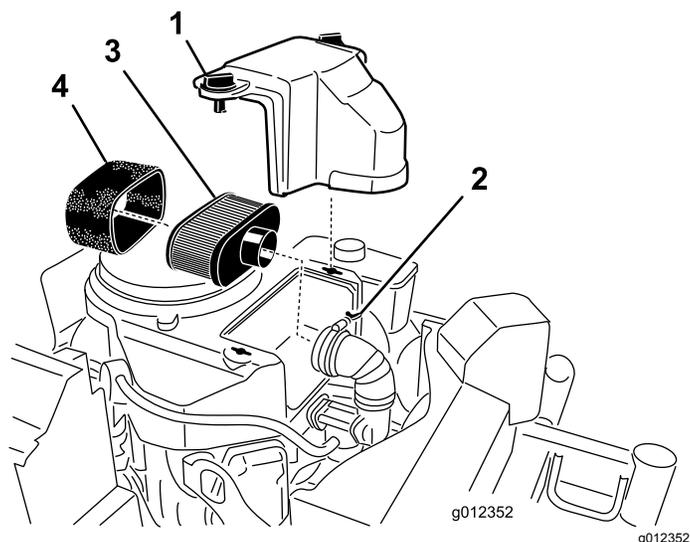

Figura 30
2. Limpie alrededor del limpiador de aire de forma que la suciedad no penetre en el motor y cause daños (Figura 30).
1. Inspeccione el elemento por si estuviera roto, tuviera una película aceitosa o la junta de goma estuviera dañada (Figura 30).
3. Gire los botones de la tapa 1/4 en sentido antihorario y retire la tapa del limpiador de aire (Figura 30).
4. Gire el tornillo de mariposa de la abrazadera en sentido antihorario hasta que pueda separar el conjunto del limpiador de aire del conducto de entrada (Figura 30).
5. Retire cuidadosamente el elemento de gomaespuma del elemento de papel (Figura 30).
1. Inspeccione el elemento por si estuviera roto, tuviera una película aceitosa o estuviera dañado (Figura 30).
1. Deslice cuidadosamente el elemento de gomaespuma sobre el elemento de papel (Figura 30).
2. Alinee el conjunto del limpiador de aire en el conducto de entrada y sujételo con la abrazadera (Figura 30).
3. Alinee la tapa del limpiador de aire en la tapa del motor y sujete la tapa girando los botones de la tapa 1/4 de vuelta en sentido horario (Figura 30).